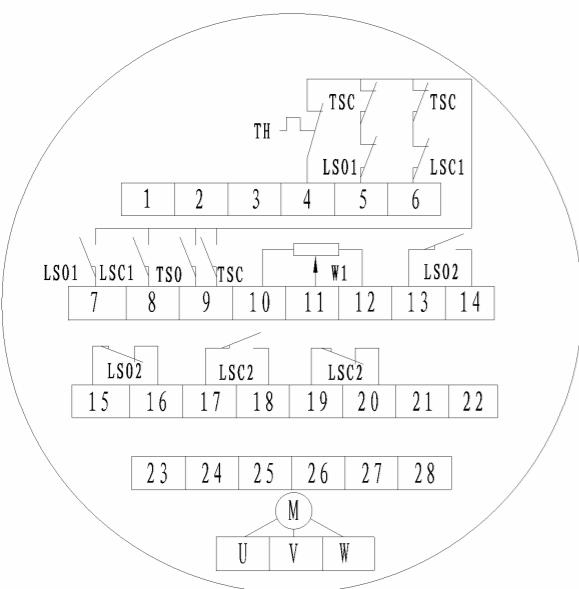
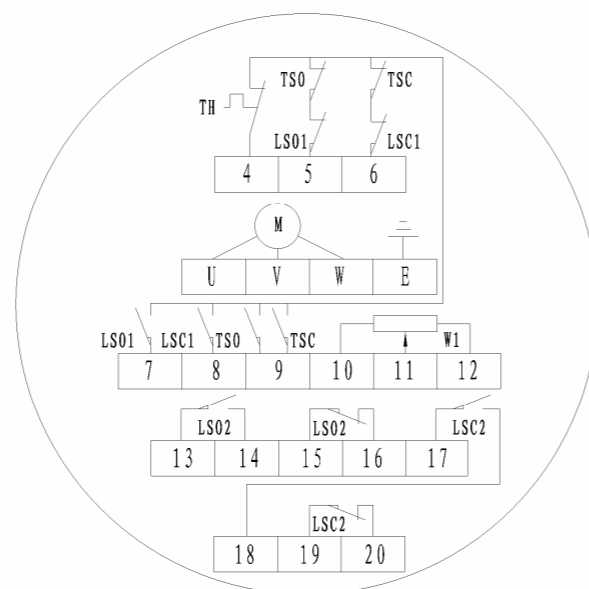

图 8 户外型端子接线图
图 9 隔爆型端子接线图
7.82. 单相 220V 供电：按照图 8—2 的要求进行连线。
7.8.1. 二相 380V 供电：按照图 8—1 的要求进行连线
6.2 常规户外型和隔爆型端子接线图见图 8、图 9